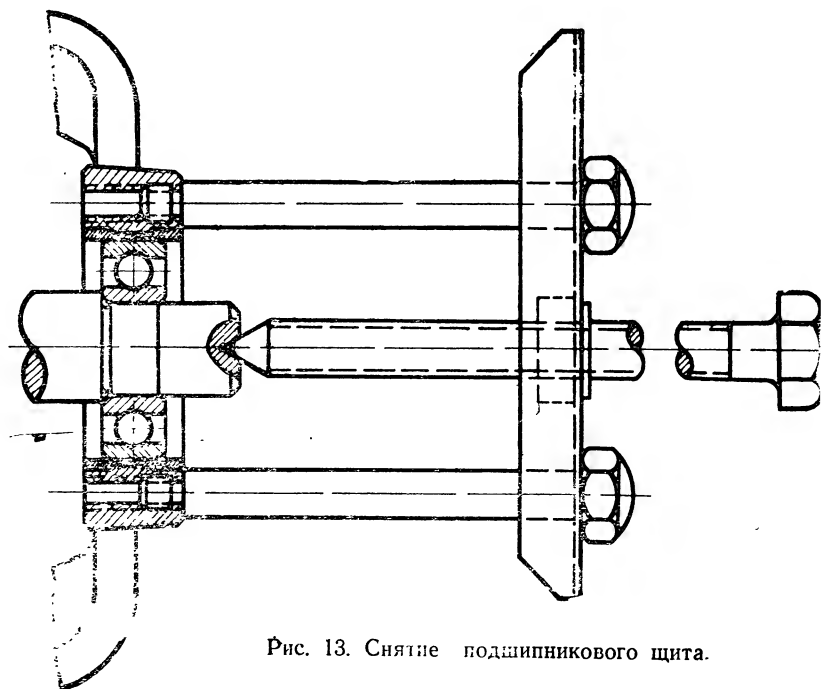

Рис. 13. Снятие подшипникового щита.
- д) отвернуть гайки 12 и съемником, имеющимся в комплекте ЗИП, снять щит 18 с подшипника 20. Использование съемника см. рис. 13;
- б) снять подшипниковый щит 11 с подшипника 7 с помощью съёмника (см. рис. 13);